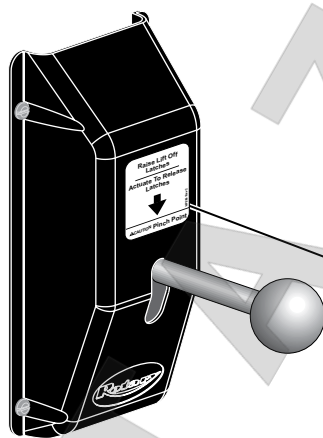

Рис.44
33. Табличка освобождения защелки для подъемников серии М: Установите табличку освобождения защелки на крышку, выше ручки освобождения защелки, см. рис. 44.